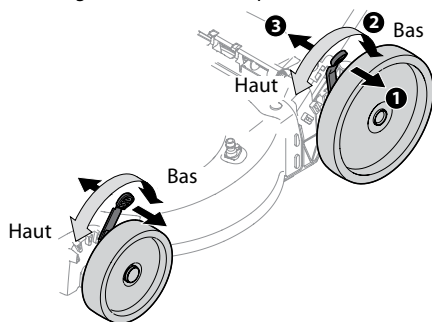

Figure 2-12
1. Déplacez le levier de réglage de la hauteur de coupe vers la roue (la tondeuse risque de basculer lorsque vous déplacez le levier de réglage vers l'extérieur). Voir Figure 2-12. Tirez la manette de réglage vers la roue.